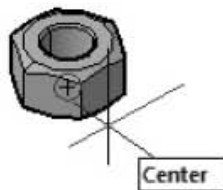

Рис. 12.24. Выбор базовой точки на гайке
21. Укажите базовую точку с привязкой **Центр (Center)** — центр окружности нижнего основания гайки (рис. 12.24).